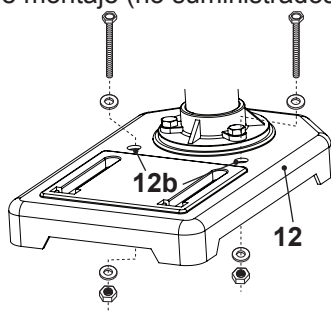

Fig. 8
1. Coloque el producto sobre un banco o mesa de trabajo horizontal y nivelado, y fíjelo con 2 juegos de montaje (no suministrados) (Fig. 8).